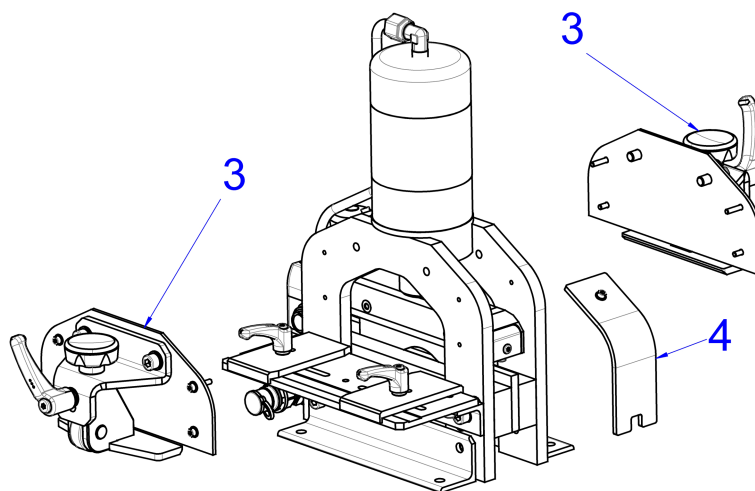

Imagen 11: Desmontaje de los retenes
- Desmontar los dos retenes (imagen 11, 3) y la mirilla de inspección lateral (imagen 11, 4).
- Para finalizar atornillar los retenes (imagen 11, 3) y la mirilla de inspección (imagen 11, 4) y volver a conectar la manguera hidráulica.